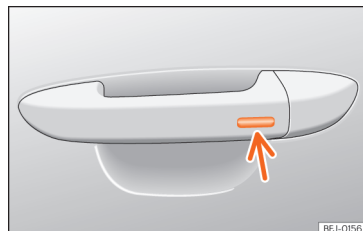

Abb. 82 Türgriff: Sensorfläche.
- **ODER:** mit dem Keyless Access-System (nur Schließen): Finger einige Sekunden auf der Sensorfläche zum Verriegeln **» » »** (Abb. 82) (Pfeil) im Türgriff halten, um die Fenster und das Schiebedach zu schließen. Wenn Sie die Sensorfläche nicht mehr berühren, wird die Schließfunktion unterbrochen.
Halten Sie einige Sekunden lang einen Finger über die Verriegelungssensorfläche »» (Abb. 82) (Pfeil) am Türgriff, damit das Dach geschlossen wird. Wenn Sie die Sensorfläche nicht mehr berühren, wird die Schließfunktion unterbrochen.